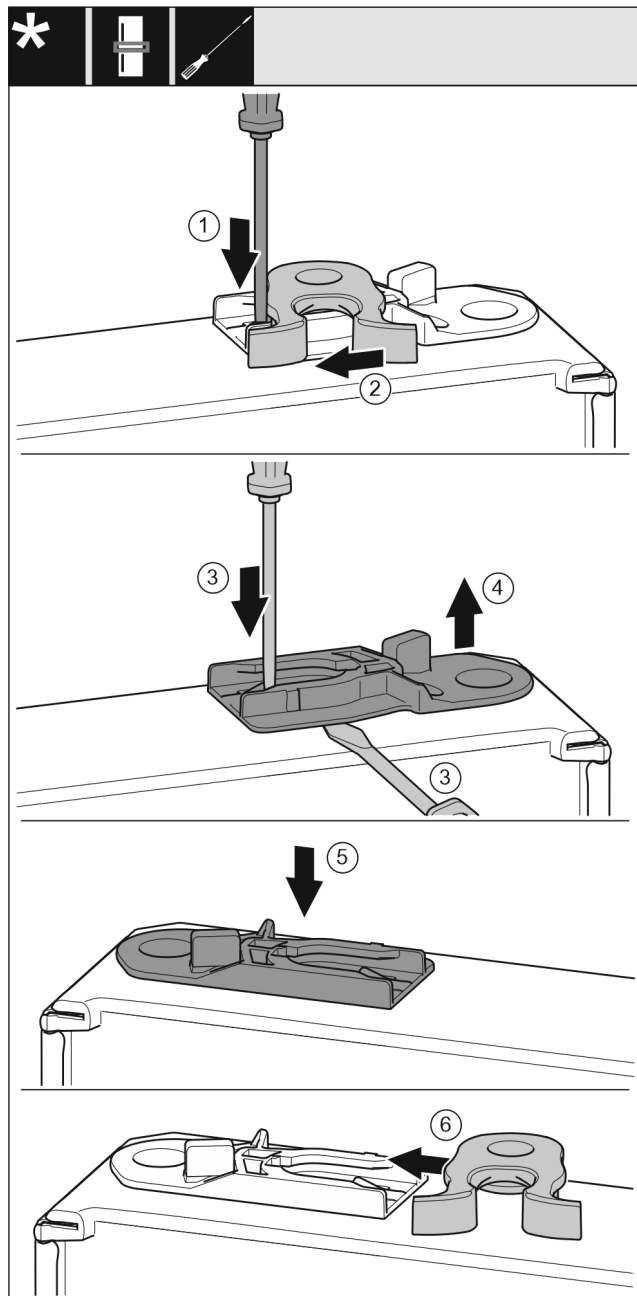

Fig. 28
- ▶ Apăsați în jos eclisa cu șurubelnița plată. Fig. 28 (1)
- ▶ Trageți cârligul de închidere din ghidaj. Fig. 28 (2)
- ▶ Scoateți bușca de ghidare: Apăsați eclisa cu șurubelnița plată și deplasați concomitent cu șurubelnița plată sub bușca de ghidare. Fig. 28 (3, 4)
- ▶ Împingeți bușca de ghidaj atașată în pachetul de livrare pe altă parte a carcasei. Fig. 28 (5)
- ▶ Împingeți cârligul de închidere în ghidaj. Fig. 28 (6)